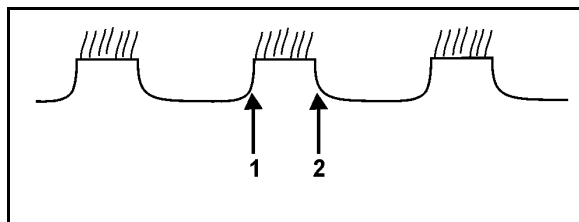

Рис. 23
- **Рис. 23** – 1-й ряд дисков сдвиньте вправо и проверьте заново.